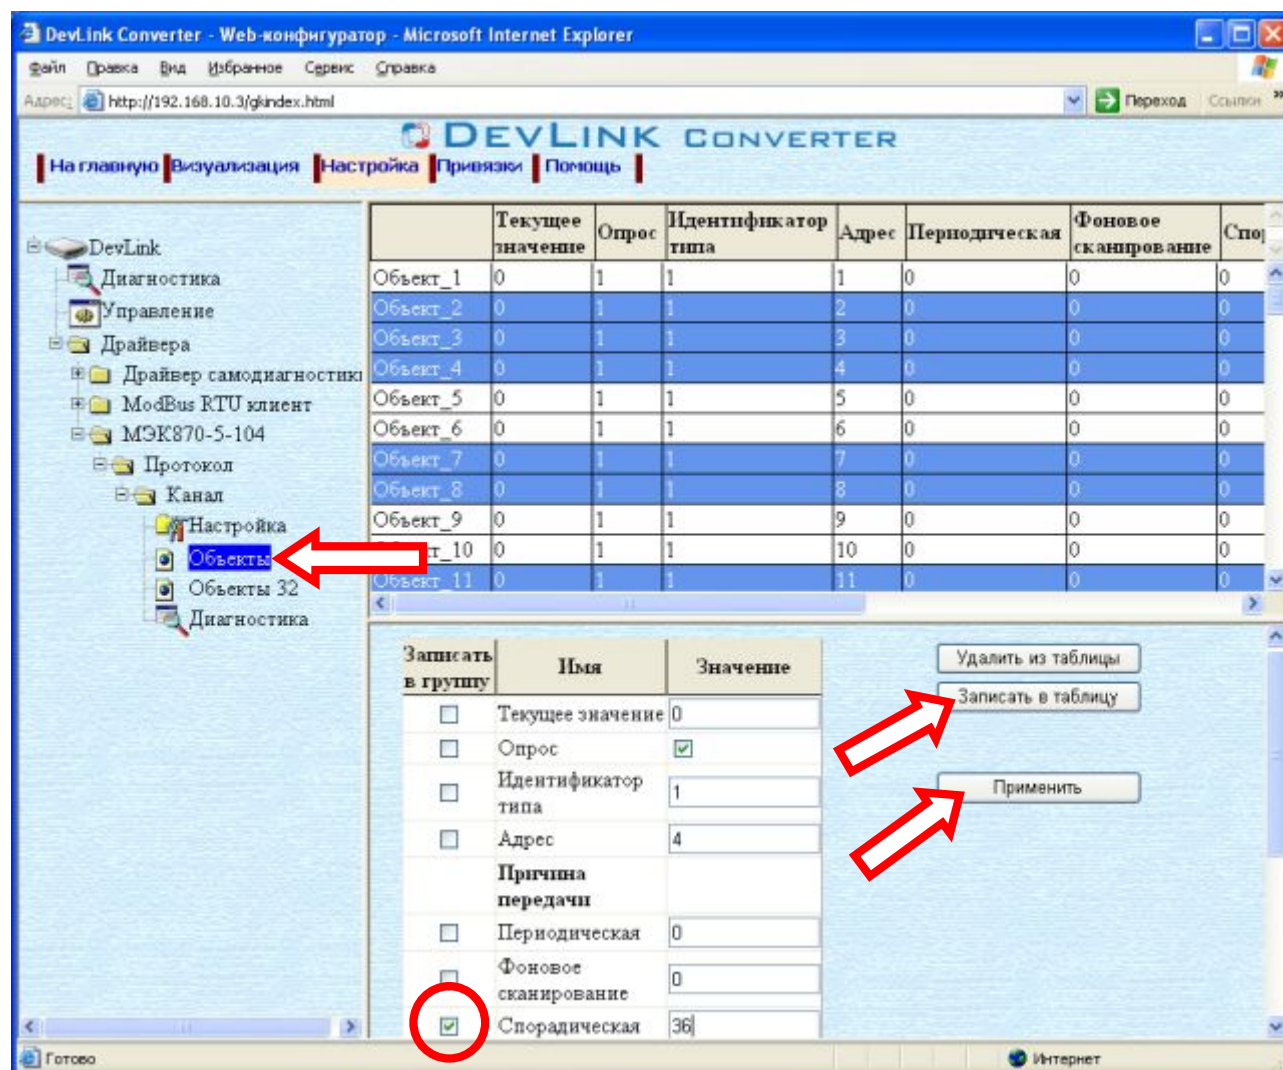

Рисунок 3.5 – Настройка объекта информации
- Выберите в дереве лист **Объекты** (рисунок 3.5)